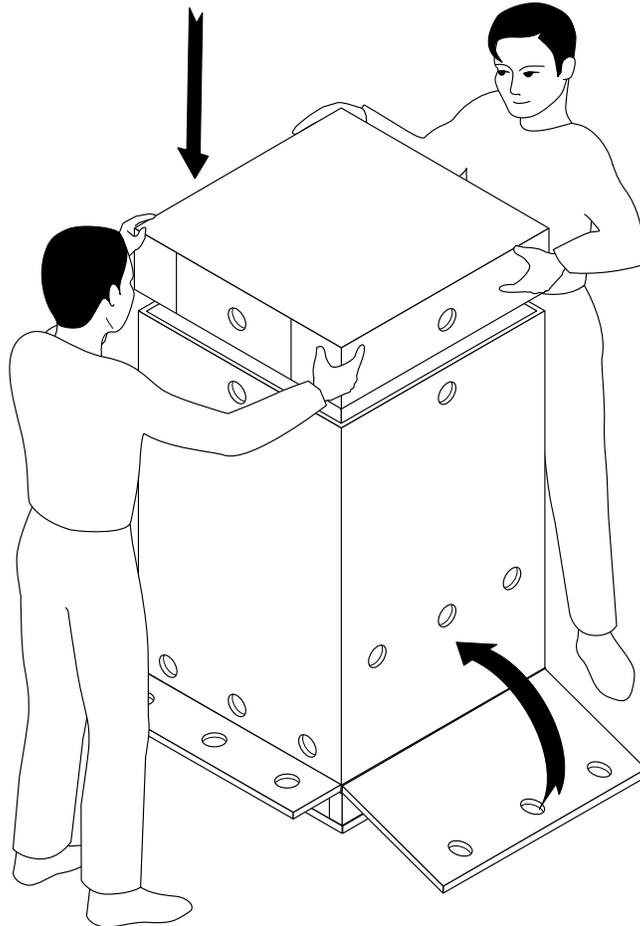

Abbildung A-19 Deckel wieder anbringen
10. Legen Sie den Deckel wieder auf, und klappen Sie die Rampe nach oben (siehe Abbildung A-19).